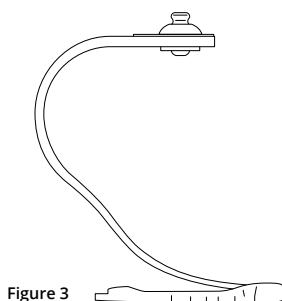

Figure 3
2. Insérez rapidement les orteils de la lame de l'Obsidian dans le logement des orteils de la semelle en caoutchouc, comme illustré à la Figure 3. Aucun adhésif n'a dû entrer en contact avec la lame de l'Obsidian à ce stade.